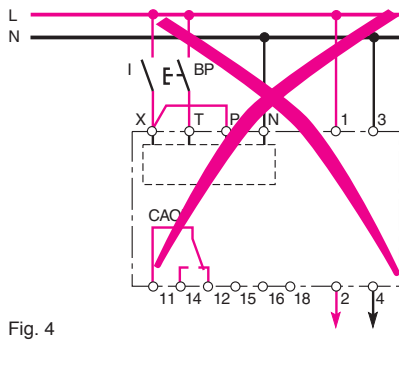

Fig. 4
- fig. 4 : chaque fois que l'entrée X est utilisée avec des ordres maintenus, le raccordement de P sur X ou T est à proscrire.